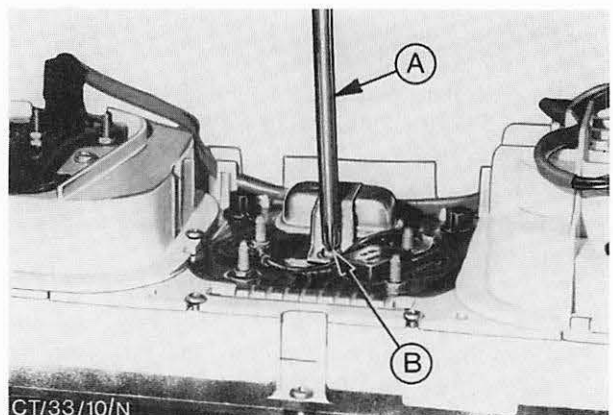

Abb. 10 A = Schraubenzieher
1. Spannungsregler abbauen (1 Schraube), Abb. 10.